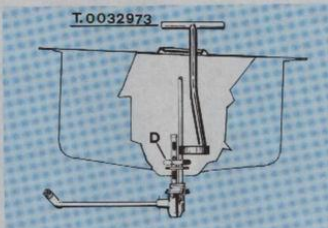

Fig. 40
**Fig. 40. Desmontaje grifo del depósito mezcla:** Abrir el tapón del depósito e introducir la llave T. 0032973 actuando hasta aflojar la tuerca «D», luego sacar el grifo mezcla del depósito.